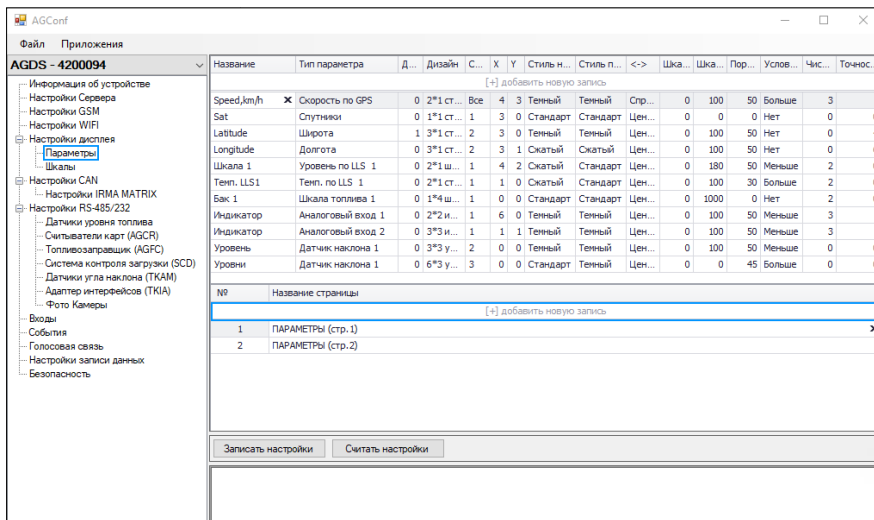

Рис.50. Добавление новой страницы.
- перейдите в раздел «Настройки дисплея», «Параметры» (**Рис.50**);